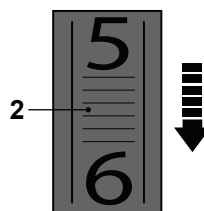

Fig. 12
- > Tourner le sélecteur de vitesse [2] vers l'arrière (vu de la position de l'opérateur) pour réduire la vitesse maximum (Fig. 12). Un réglage bas est approprié pour poncer avec des bandes abrasives à gros grain pour éliminer peinture et vernis.